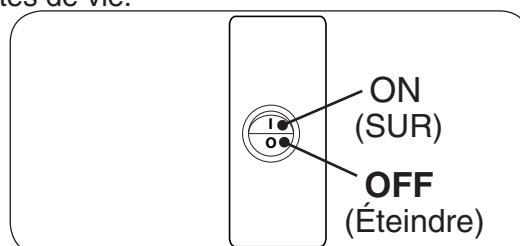

Fig. 36-1 Boîte de commutation, ON/OFF
1. Repérez l'interrupteur ON/OFF sur le devant de la boîte de commutation. Appuyez sur l'interrupteur en position **OFF (O)**. Voir Fig. 36-1.